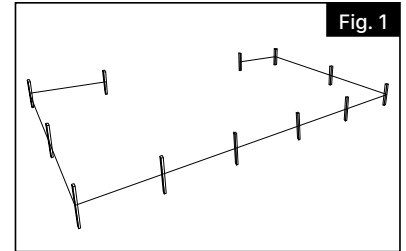

Fig. 1
- Establezca la línea de valla colocando estacas en la zona que desea cercar. Ubique cada punto en donde necesitará un poste de extremo, esquinero o de portón, y márquelos con una estaca (Fig. 1).
Mientras endurece el poste, instale el primer panel de valla. Inserte los travesaños horizontales del panel en los agujeros prepunzonados del poste previamente instalado. Introduzca los travesaños tanto como se pueda en el poste (Fig. 1).